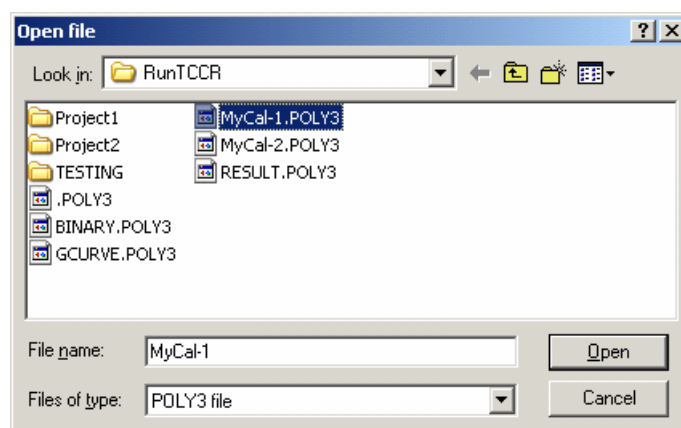

图8-6. “Open file” 窗口: 从 \*.POLY3 文件中读取POLY3/GES5工作空间
**Notes:** 在 Windows NT/2000/XP 和 Windows 95/98/ME 环境下，如果用户在该命令后没有给出文件名称或者给出的路径错误，那么屏幕上将会弹出 **Open file** 窗口，以便用户恰当地给出路径 (在 **Look in** 框中)和文件名称 (在 **File name** 框中)，如图8-6。用户不能在 **Files of type** 框中改变文件类型(即POLY)。点击**Open**按钮后，程序将会从先前保存的POLY3文件中打开POLY3和GES5工作空间。同时，用户也可以取消**Open file**窗口，那么程